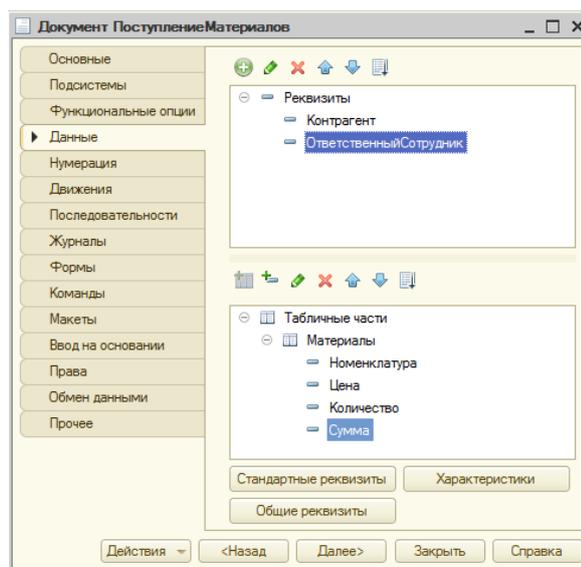

Рисунок 11.1- Настройка состава реквизитов документа
1. Для описания документов в дереве конфигурации имеется отдельная ветвь – **Документы**. В одной из предыдущих лекций мы создали один документ – **ПоступлениеМатериалов**. Сейчас мы займемся работой с ним. Для начала определимся с целью использования этого документа. Мы планируем с его помощью отражать в системе поступление материалов. Исходя из этих целей, нам понадобятся следующие реквизиты документа (Рисунок 11.1), которые мы зададим на вкладке **Данные** окна редактирования объекта: